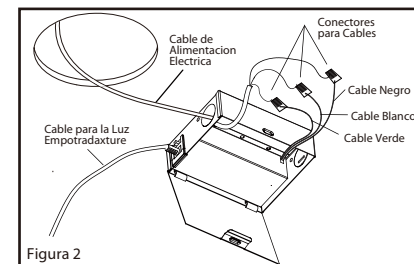

Figura 2
2. Abra la tapa de la caja de conexiones y retire el agujero ciego apropiado, inserte un conector NM (para alivio de tensión) en el agujero ciego (no incluido). Inserte el cable de suministro eléctrico a través del conector no metálico/agujero ciego. Use los conectores para cables para conectar el cable blanco de alimentación eléctrica con el cable blanco de la caja de conexiones. Haga que coincida con el cable negro de la alimentación eléctrica se conecta con los conectores para cables con el cable negro de la caja de conexiones. Y haga que coincide el cable de cobre de la alimentación eléctrica con el cable verde de la caja de conexiones. (Figura 2)